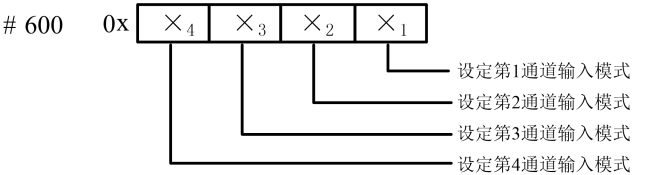

图 2-1 模式设定单元与通道对应关系
- 4. BFM#600：模式设定单元。用于设定第 1 通道到第 4 通道的输入模式。具体对应关系如图 2-1 所示。